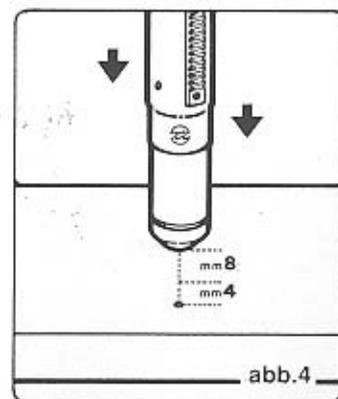

abb.4
- bei Verwendung im Automatikbetrieb (siehe Abb. 4) die Duese 7/8 mm vom Stueck entfernt halten und, wenn moeglich, nachdem man das Loch gebohrt hat, sie bis zirka 4 mm annaehern. Bei Dicken ueber 10/12 mm keine Loecher bohren. Bei Dicken, die darueberliegen, ist es noetig, das Material vor dem Schneiden zu lochen.